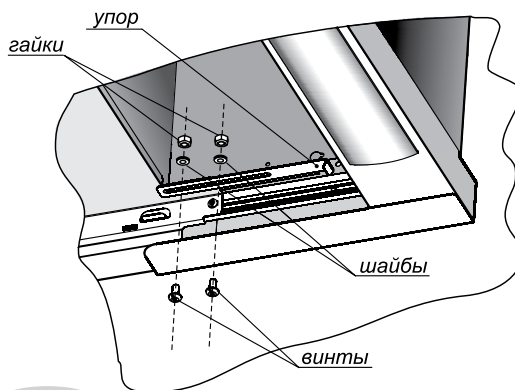

Рис. 3
- 6.2 Воздухоочиститель рассчитан для монтажа в шкафчик глубиной 300 мм. При этом лицевая поверхность шкафчика и панель воздухоочистителя будут находиться в одной плоскости. При большей глубине шкафчика (до 350 мм), Вы можете отрегулировать ход выдвижной панели так, чтобы в закрытом состоянии она была на одном уровне с лицевой поверхностью шкафчика. Для этого установите упор (рис. 3) и отрегулируйте его вылет (рис. 4). Если глубина Вашего шкафчика больше 350 мм, то при его изготовлении необходимо закрыть пространство за воздухоочистителем мебельной панелью.